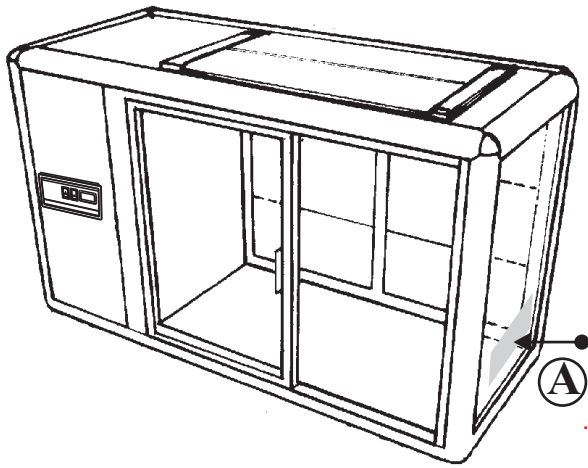

Fig.4
1. Accertarsi che la tensione e la frequenza della rete corrispondano a quelle indicate sulla targhetta (A) posta sull'apparecchiatura. 2. Accertarsi che la presa di alimentazione sia: **a)** *Dotata di un conduttore di messa a terra.* **b)** *Idonea alla corrente nominale di targa.* **c)** *Sia dotata delle protezioni secondo le norme IEC :- Interruttore magnetotermico differenziale (più comunemente salva vita) con I_n = valore nominale riportato in targa.- Differenziale con sensibilità $I_d = 30$ mA.* 3. Verificare che l'ambiente non sia con pericolo di esplosione (AD). 4. Il cavo di alimentazione montato sull'apparecchio è: H05 VVF idoneo per ambienti interni. 5. Inserire la spina, non usate prese triple e riduzioni. **N.B:** se l'apparecchiatura durante il trasporto o lo stoccaggio è stata posta erroneamente nel verso sbagliato, lasciare riposare almeno 3 ore in posizione corretta prima di allacciare la corrente (vedi Fig.4).